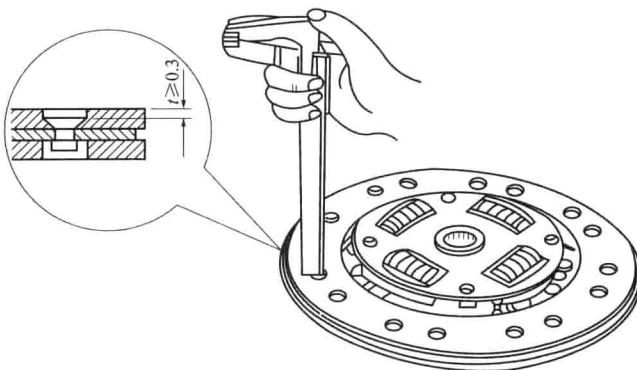

图 1-7 用游标卡尺测铆钉孔深度
(3) 从动盘(离合器片)的检验与修理。
①检查从动盘摩擦衬片的磨损。如图 1-7 所示,当铆钉头沉入摩擦表面的深度小于 0.3 mm 时,应更换从动盘。